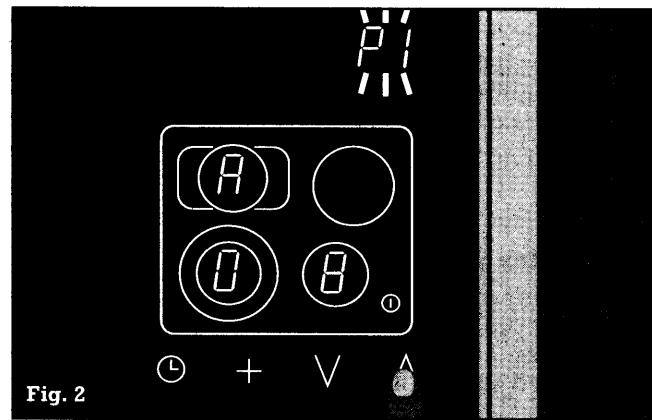

Fig. 2
- Nu kan du trycka lätt på symbolerna V eller A ställa in en uppkokningstid på 1 till 15 minuter. Den inställda tiden syns då i värmezonernas displayfält (R 01 till R 15) (fig. 2).